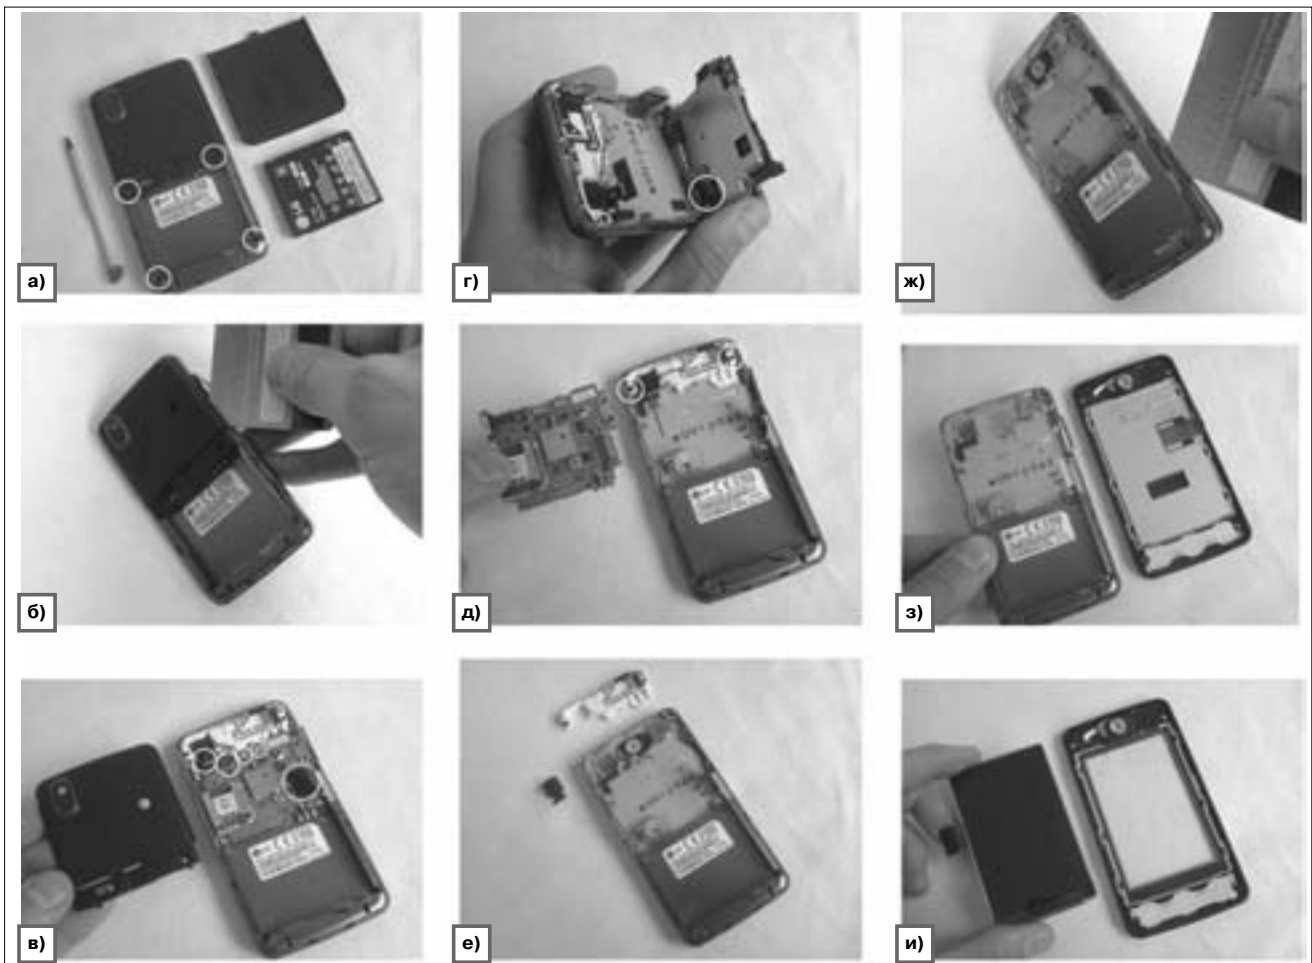

Рис. 1. Порядок разборки
8. Аккуратно снимают переднюю часть корпуса телефона (рис. 1з).
9. Поддевают пластиковой карточкой ЖК-панель и снимают ее (рис. 1и).